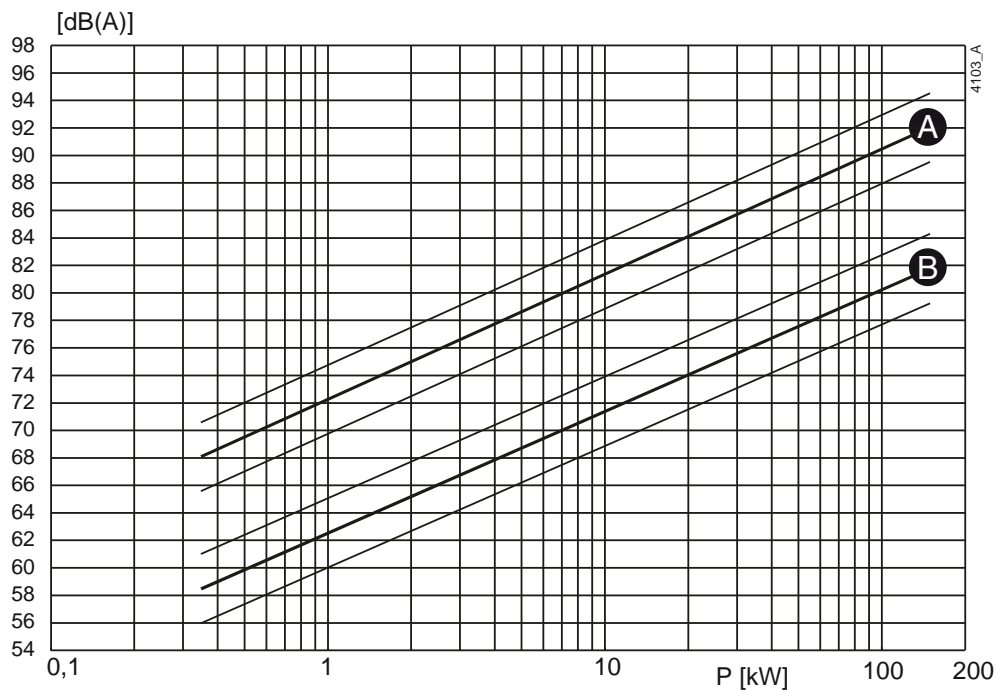
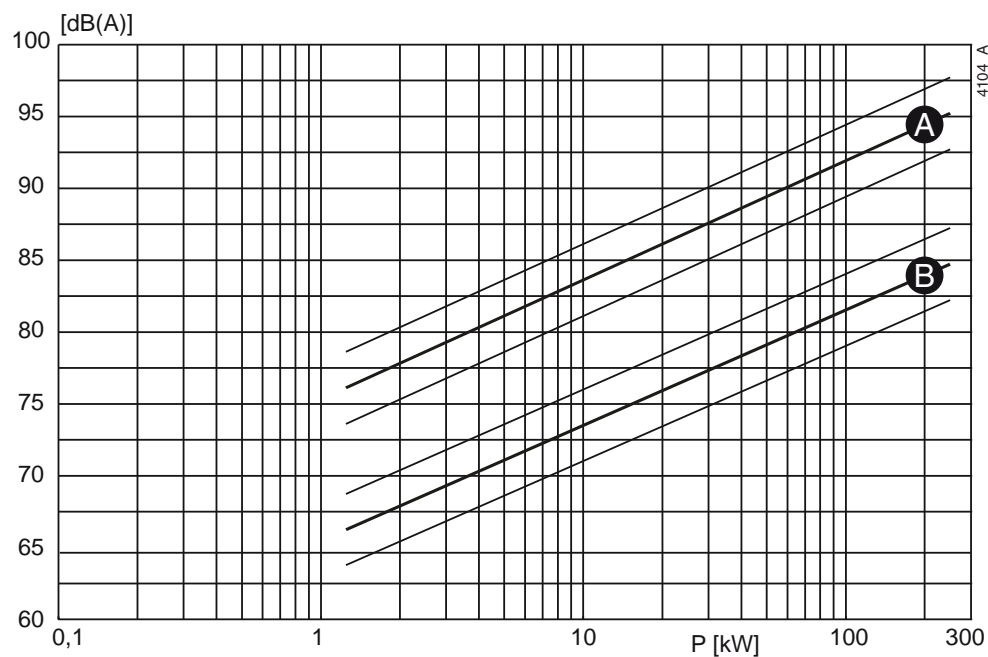

Figura 61: Nivelul de zgomot ca funcție a puterii motorului [kW] la 1450 min-1
Figura 62: Nivelul de zgomot ca funcție a puterii motorului [kW] la 2900 min-1
- 1 Stabiliți nivelul de zgomot (L1) al pompei, a se vedea figura 61 sau figura 62.